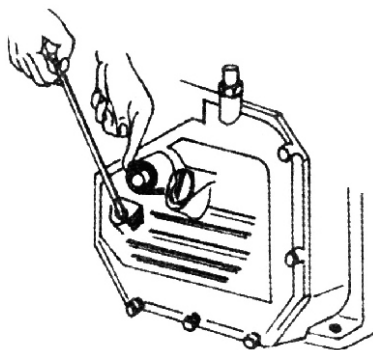

Fig. 1
1.2- O óleo lubrificante deve ser armazenado em um recipiente limpo e vedado para evitar a entrada de sujeira. Antes de adicionar o óleo, retirar a vareta de medição e colocar óleo limpo no cárter. A quantidade de óleo deve ser adicionada de modo que o nível de óleo no cárter fique entre as duas linhas marcadas na vareta de medição (Fig. 1).